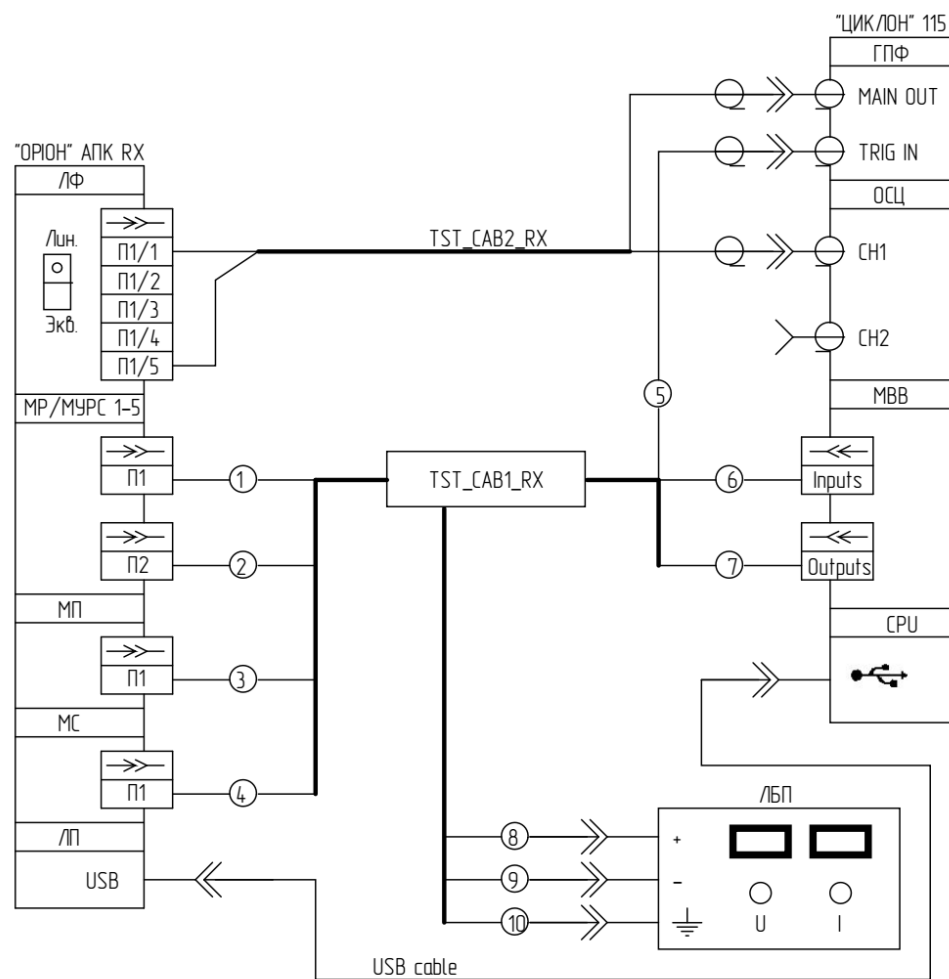

Рисунок 8.12.2 – Схема підключення для автоматичних вимірювань з допомогою «ЦИК-ЛОН» 115
- 1) Підключити «ОРИОН» АПК RX до «ЦИКЛОН» 115 і ЛБП з допомогою тестових кабелів «TST_CAB1_RX», «TST_CAB2_RX» (див. рисунок 8.12.2);
- 1) Підключити «ОРИОН» АПК RX до «ЦИКЛОН» 115 і ЛБП з допомогою тестових кабелів «TST_CAB1_RX», «TST_CAB2_RX» (див. рисунок 8.12.2, 8.12.3);
- 1) Підключити «ОРІОН» АПК RX до «ЦИКЛОН» 115 і ЛБП з допомогою тестових кабелів «TST_CAB1_RX», «TST_CAB2_RX» (див. рисунок 8.12.2, 8.12.3);